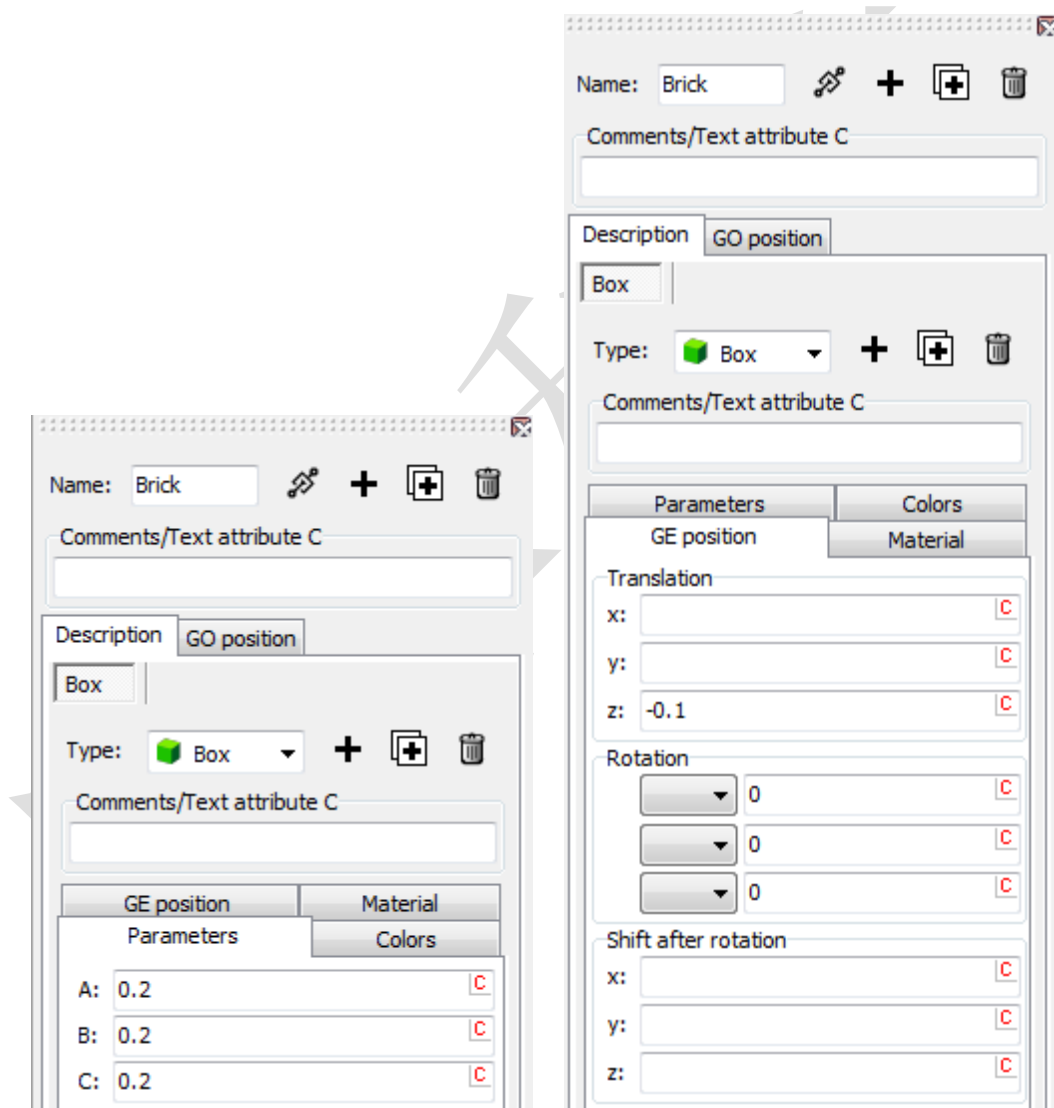

图 2.3 创建 Brick 的几何图形
4. 设置 **Box** 的尺寸（Parameters）和位置（GE Position）参数，如图 2.3 所示。